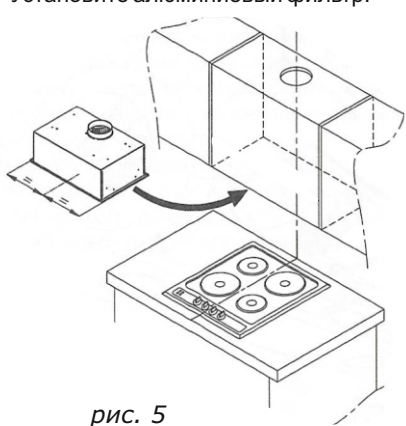
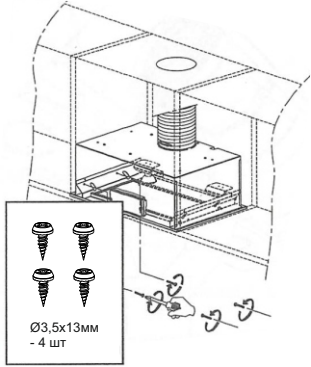

рис. 5
рис. 6
6.1 Монтаж кухонной вытяжки (КВ) к подвесному элементу мебели над плитой (рис. 5, 6).
- Установите кухонную вытяжку вместо нижней панели подвешеного элемента мебели (рис. 5) и закрепите кухонную вытяжку винтами самонарезающими Ø3,5х13 (рис. 6).